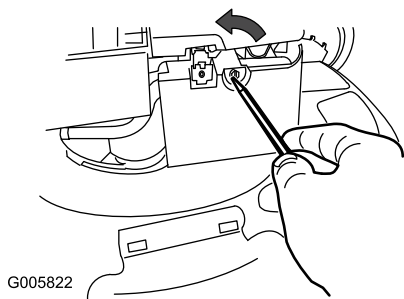

Рисунок 34
2. Используя отвертку, откройте крышку воздушного фильтра (Рисунок 34).